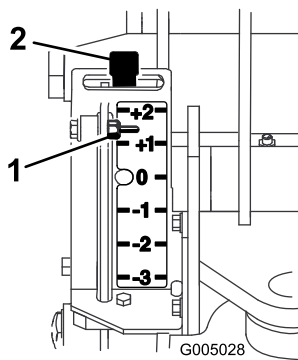
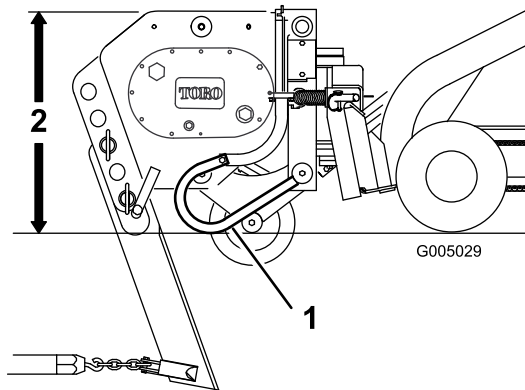

Figura 7
Figura 8
5. Inclinate completamente all'indietro la piastra dell'accessorio in modo che la sommità dell'interrattubo sia parallela al suolo (Figura 8).
L'indicatore si trova sul lato sinistro dell'interrattubo rivolto verso la trattrice. Un gruppo asta collega l'indicatore con il livello del terreno (Figura 8). Quando sollevate l'interrattubo, l'indicatore si sposta verso il basso. Le tacche riportate sull'indicatore mostrano la variazione di profondità rispetto alla profondità massima a cui state eseguendo lo scavo (Figura 7). L'indicatore mostra un valore da +2 a -3. +2 sull'indicatore rappresenta una profondità di 5,0 cm sotto la nuda superficie e -3 sull'indicatore rappresenta una profondità di 7,6 cm sopra la nuda superficie. Lo 0 indica che non è applicato alcun offset alla profondità della lama.